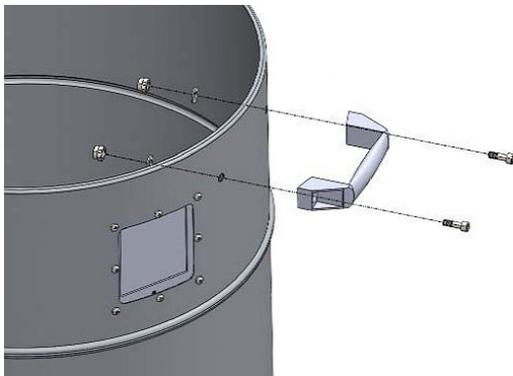

Abb. 11: Montage des Griffs
Schritt 7: Befestigen Sie den Griff (Abb.11) mit Sechskantschrauben, Unterlegscheiben und selbstsichernden Muttern am Behälter.